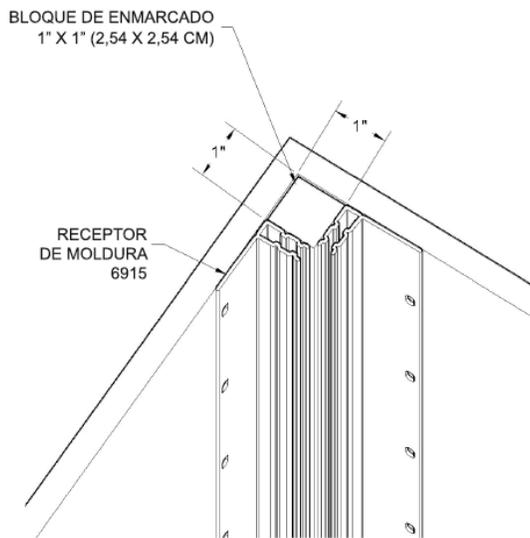

Fig. 1
3. Para lograr una esquina interior uniforme, instale un bloque de 1" X 1" (2,54 X 2,54 cm) a lo largo de la altura de la pared (Fig. 1).